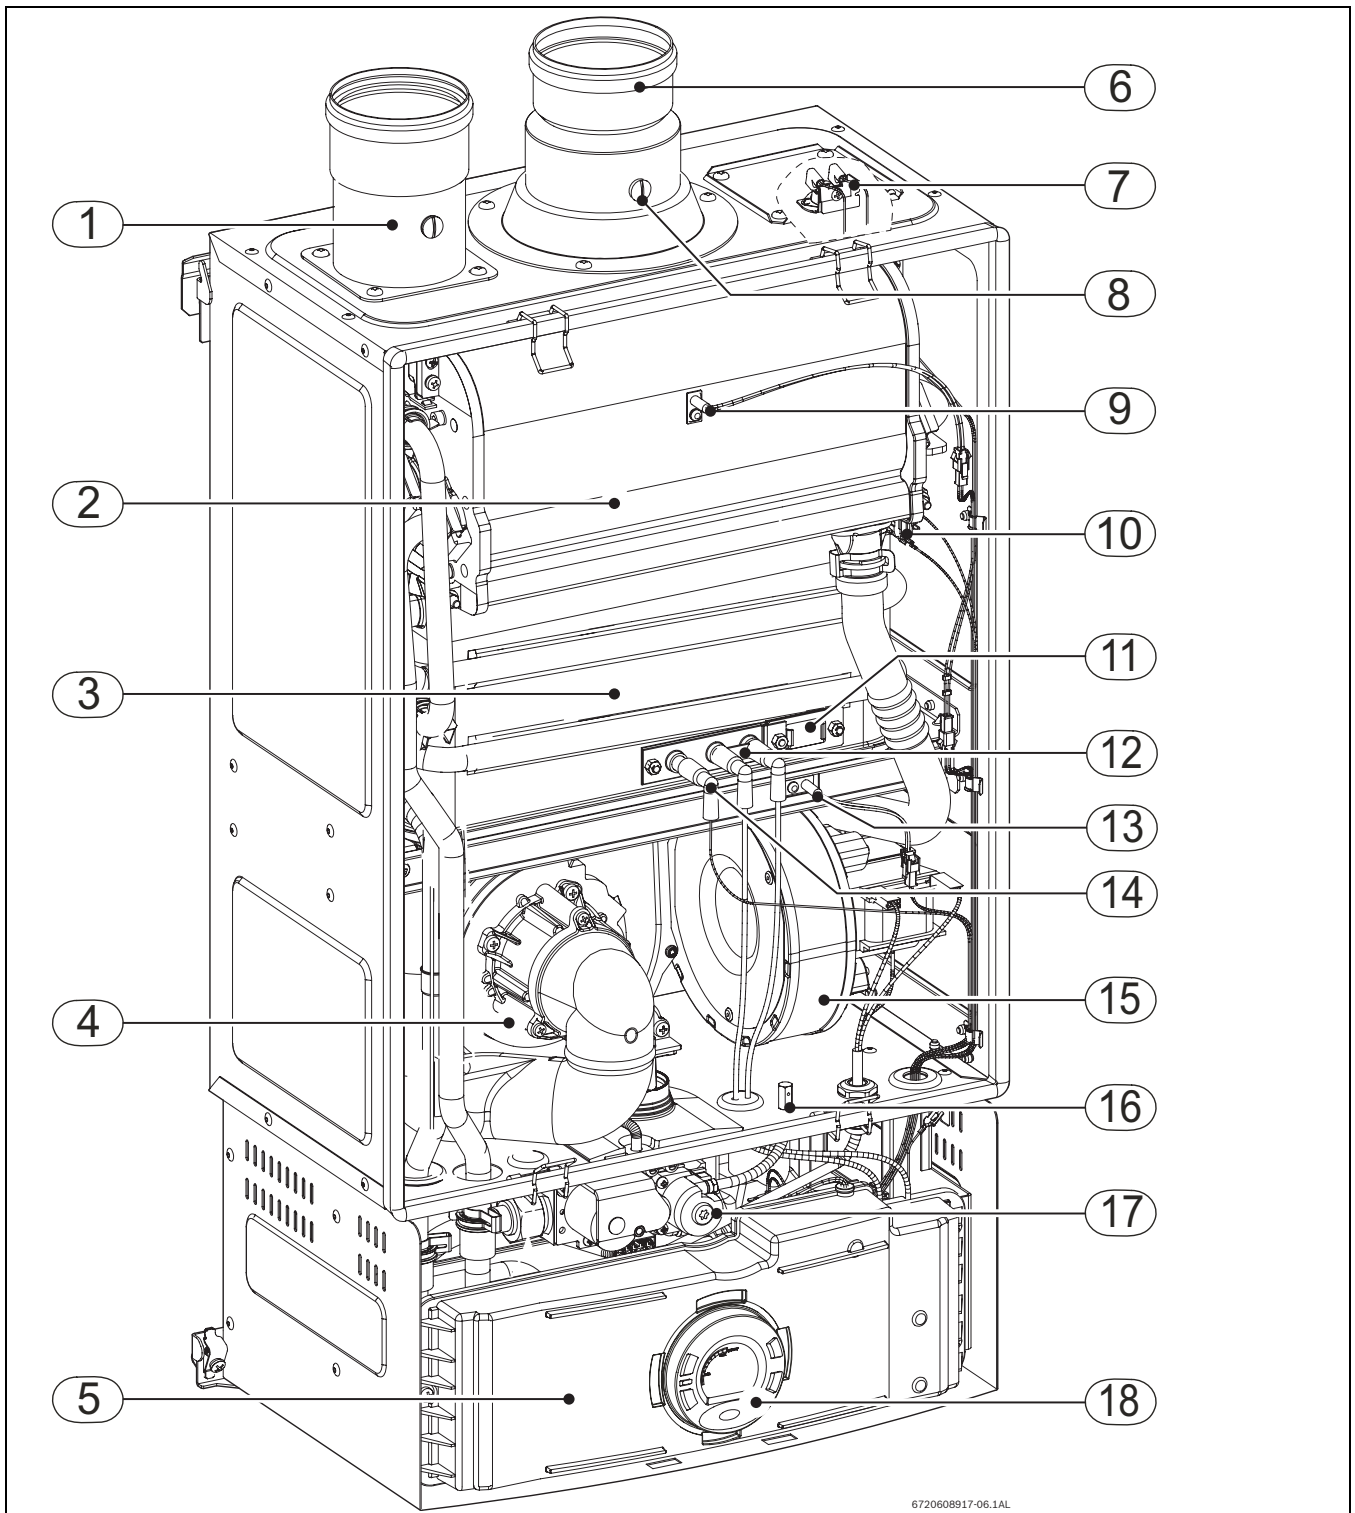

Fig. 2
Ogniqualvolta si apre un rubinetto dell'acqua calda, il flussostato (Fig. 2, pos. 2) invia un segnale all'unità di controllo, dando inizio al ciclo di funzionamento: